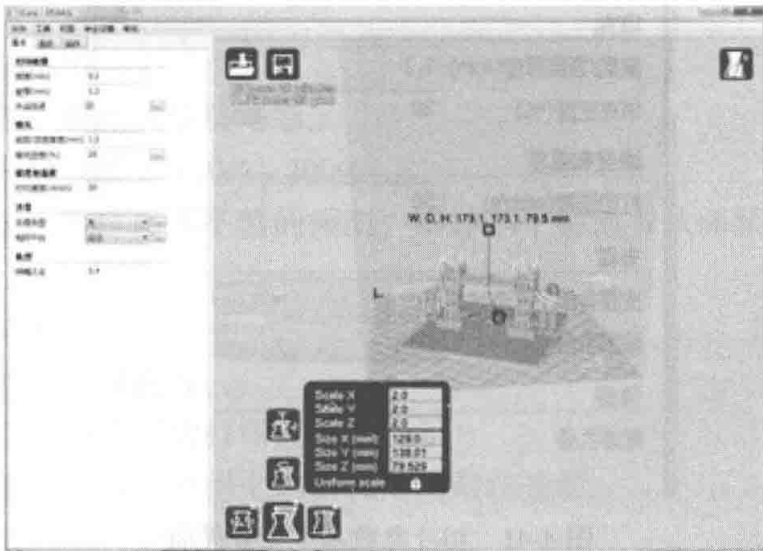

图 4-39 模型缩放界面
(2) 模型缩放。点击模型缩放图标 ，出现如图 4-39 所示的模型缩放界面。